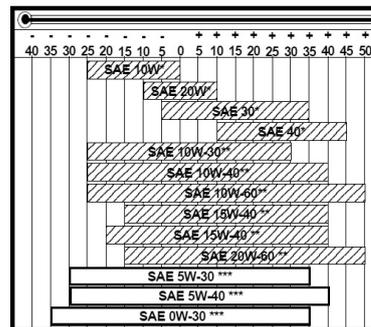

Abb. 24: Empfohlenes Öl
Schritt 3: Liegt der Ölstand in der Nähe oder unterhalb der unteren Grenzmarke am Ölmesstab, das empfohlene Öl (siehe Abb. 24) bis zur oberen Grenzmarke (Unterkante der Öleinfüllöffnung) einfüllen. Nicht überfüllen.
Schritt 3: Das empfohlene Öl (siehe Abb. 24) bei waagrecht liegendem Motor bis zur oberen Grenzmarke (Unterkante der Öleinfüllöffnung) am Messstab einfüllen.